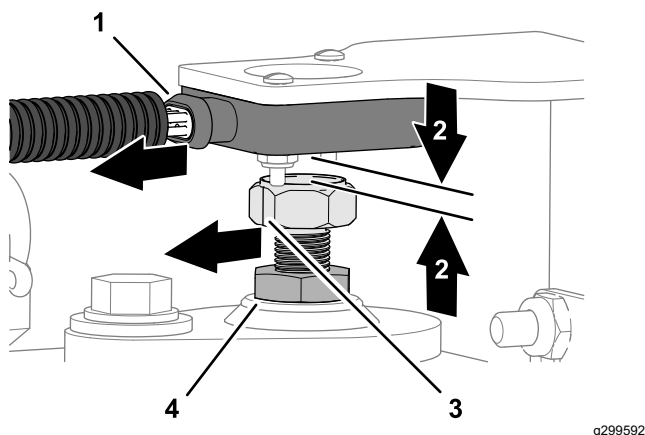

Figure 19
1. Ajustez la position de la cible magnétique jusqu'à obtention d'un espace de 4 mm (0,16 po) entre la cible et la face du capteur (Figure 19).
2. Tournez la cible magnétique jusqu'à ce que le trait indicateur présent sur le méplat de la cible soient en face de l'orifice de câblage du capteur (Figure 19).
3. Resserrez l'écrou de blocage (Figure 19).
4. Mesurez l'espace entre la cible et la face du capteur (Figure 19). Il doit être compris entre 2 et 7 mm (0,08 et 0,27 po).